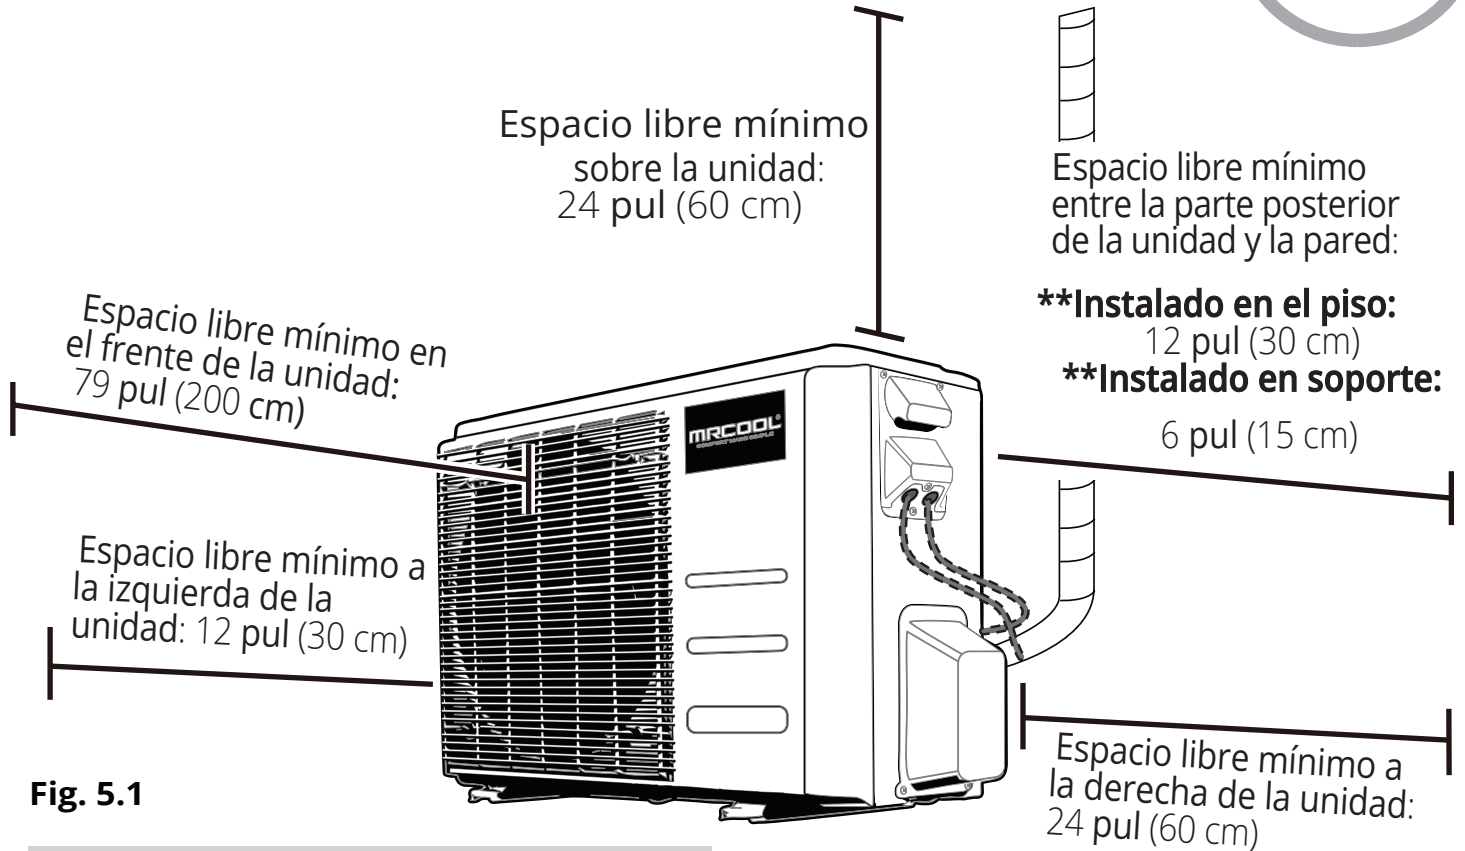

Fig. 5.1
- ✓ Cumple con todos los requisitos de espacio que se muestran en la ilustración anterior (Fig. 5.1)